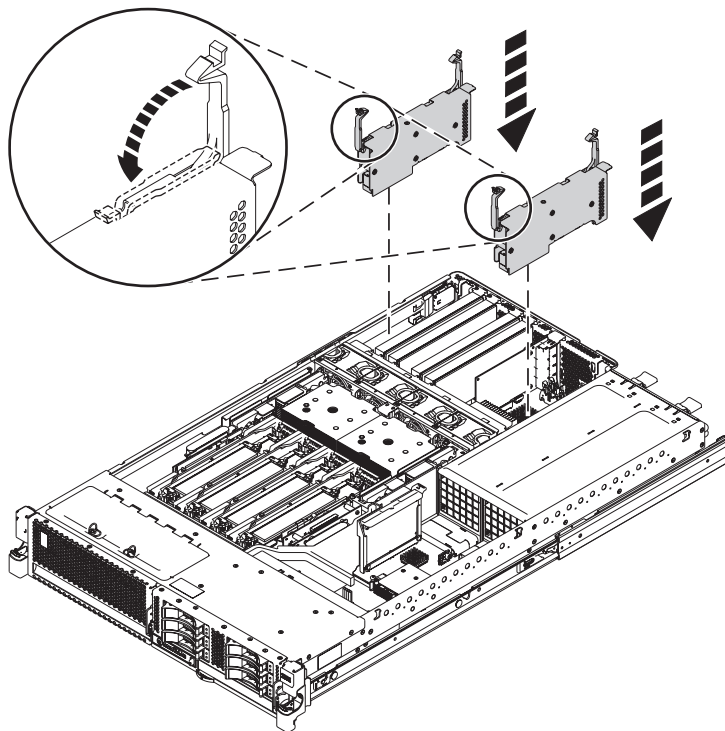

Figure 7. Installation d'un adaptateur dans un système monté en armoire
4. Faites pivoter les taquets en position verrouillée (voir la figure 7).